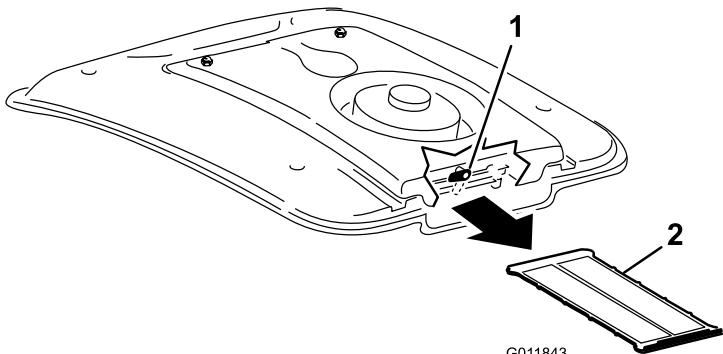

図 104
2. ファンマウントの後部についているラッチを上に回して横向きにする（図 104）。
- 3. エアコンコイルからスクリーンを引き出す（図 104）。
- 4. スクリーンを圧縮空気でていねいに洗浄する（図 104）。